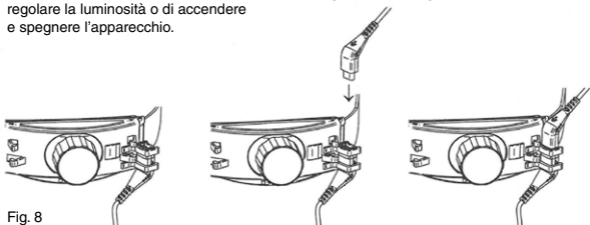

Fig. 8
Per configurare la lampada ML4 LED con mPack o EN50, collegare il cavo corto proveniente dal Regolatore di Luminosità con il cavo di connessione Cinch di mPack UNPLUGGED e fissarlo nella parte posteriore del caschetto (Fig. 8). Collegare lo strumento alla presa-Cinch di mPack o EN50. Il regolatore (1) (Fig.6) permette di regolare la luminosità o di accendere e spegnere l'apparecchio.